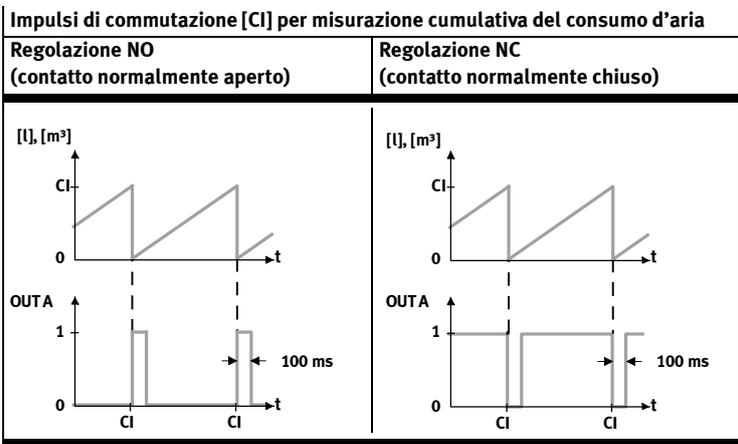

Fig. 10
- Per misurazione cumulativa del consumo d'aria [ConS], solo con Out A, impulso di commutazione [CI] → Fig. 10.